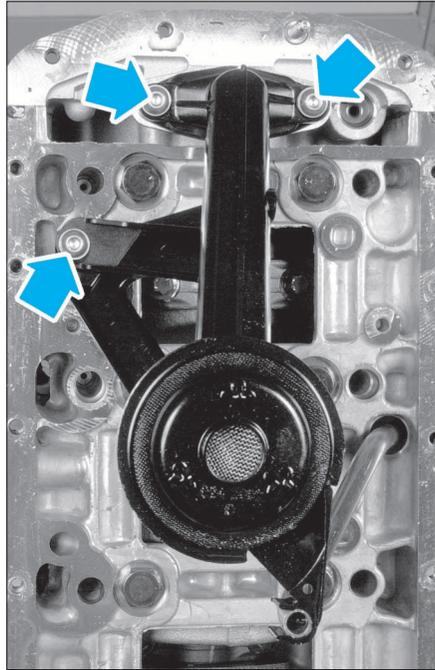

FIG. 16
- les vis de fixation de la crépine (Fig.16).